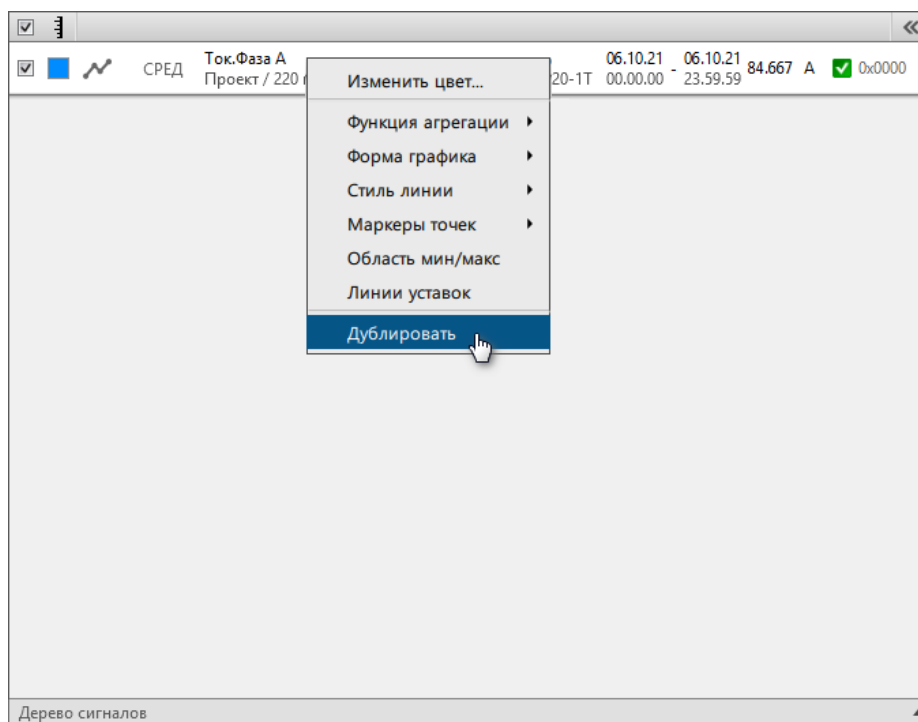

Рисунок 118 - Команда «Дублировать»
5. Нажмите *ПКМ* по сигналу и выберите команду **Дублировать** (Рисунок 118).